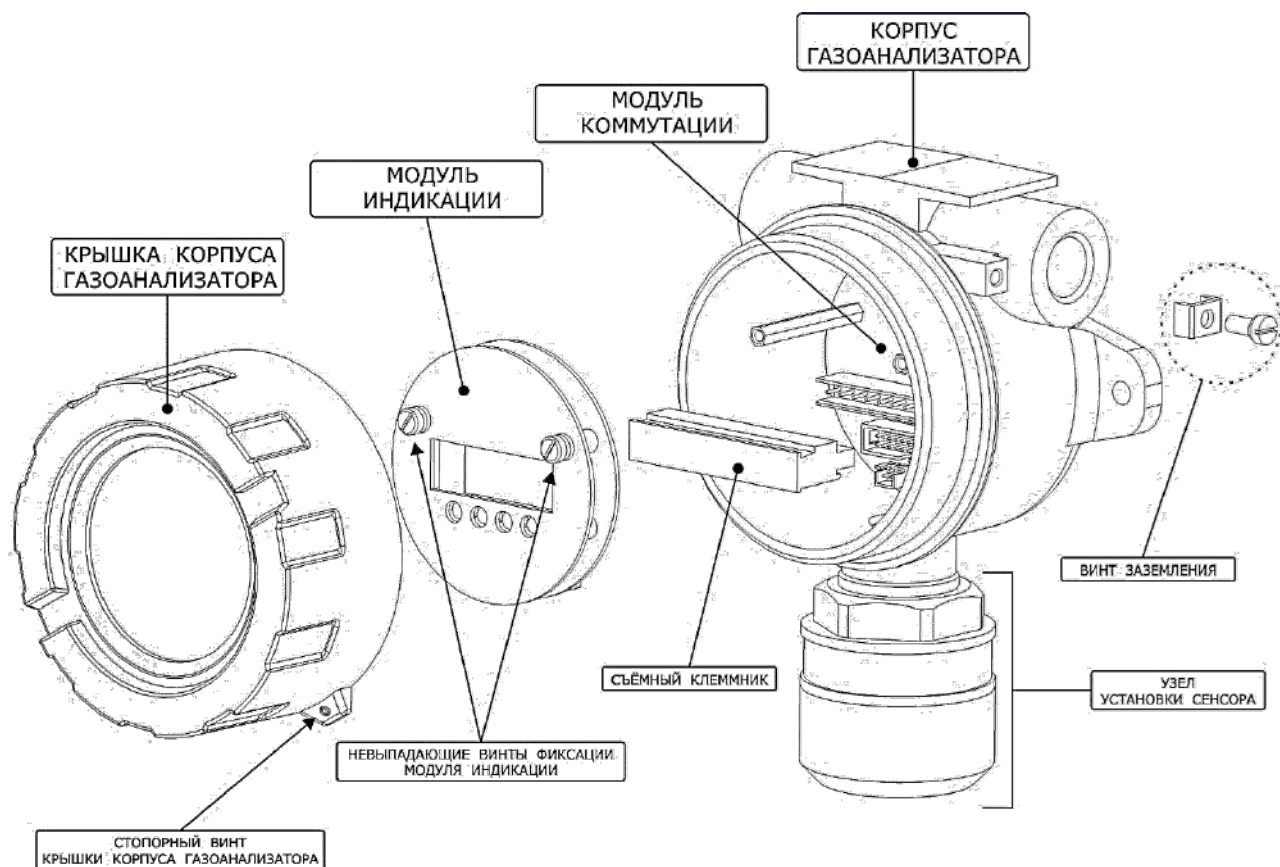

Рисунок 8 – Функциональный состав узла обработки ИГМ-11
Узел обработки (рисунок 8) предназначен для:
- съемный клеммник с винтовым прижимом подводимых проводов (Рисунок 8);